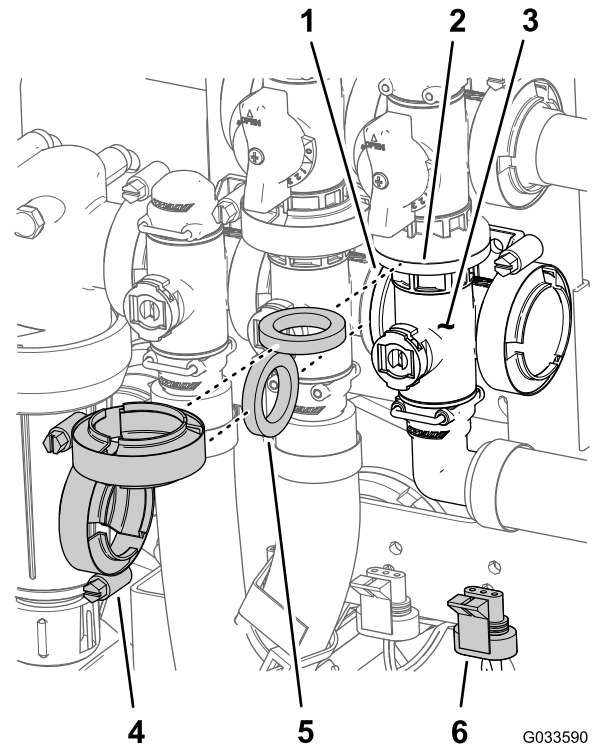

図 129
- マスターブームバルブマニホールドのフランジ、ガスケット、マスターブームバイパスバルブのフランジを、整列させる 図 129。
- マスターブームバルブ用マニホールド、ガスケット、マスターブームバイパスバルブを組み立ててフランジクランプを手締めする 図 129。
- マスターブームバルブマニホールドのフランジ、ガスケット、攪拌バルブ用マニホールドを整列させる 図 129。
- マスターブームバルブマニホールド、ガスケット、攪拌バルブマニホールドを組み立てて、フランジクランプを手締めする 図 129。
7. 攪拌バルブをバルブマウントに組み付ける; フランジヘッドボルトとフランジロックナット図 129はステップ 3 マスターブームマニホールドバルブの取り外し (ページ 75) で取り外したものを使用し、ボルトとナットを 10-12 N·m 1.0-1.2 kg/cm² = 90-110 in-lb にトルク締める。